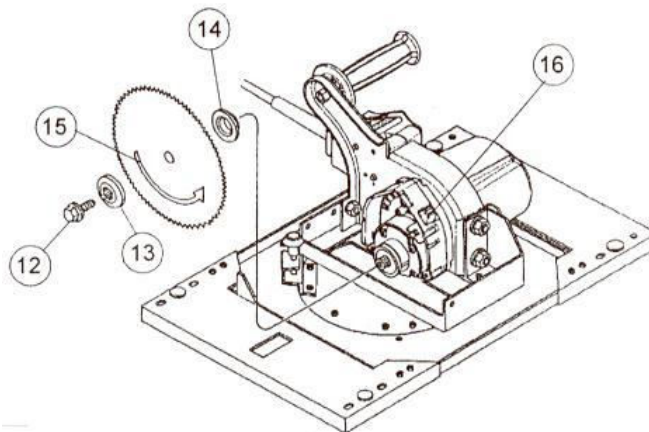

РИС. 17. Замена пильного диска
3. Закрепите пильный узел на удобной для Вас высоте. Удерживая замок шпинделя (16) (находится на нижней стороне мотора), необходимо снять прижимной болт (12) (см. РИС. 17) с мотора, поворачивая его против часовой стрелки (модели станков C4, C5, H4, H5, H6) или по часовой стрелке (модели 6400 и 6800).
4. Извлеките внешнюю прижимную прокладку (13), пильный диск (15) и внутреннюю прижимную прокладку (14).
6. Установите внутреннюю прижимную прокладку (14) на шпиндель и новый пильный диск (стрелка на пильном диске – против часовой стрелки на моделях C4, C5, всех станках серии H; по часовой стрелке – на моделях 6400 и 6800). Затем установите внешнюю прижимную прокладку (13) и затяните прижимной болт (12).